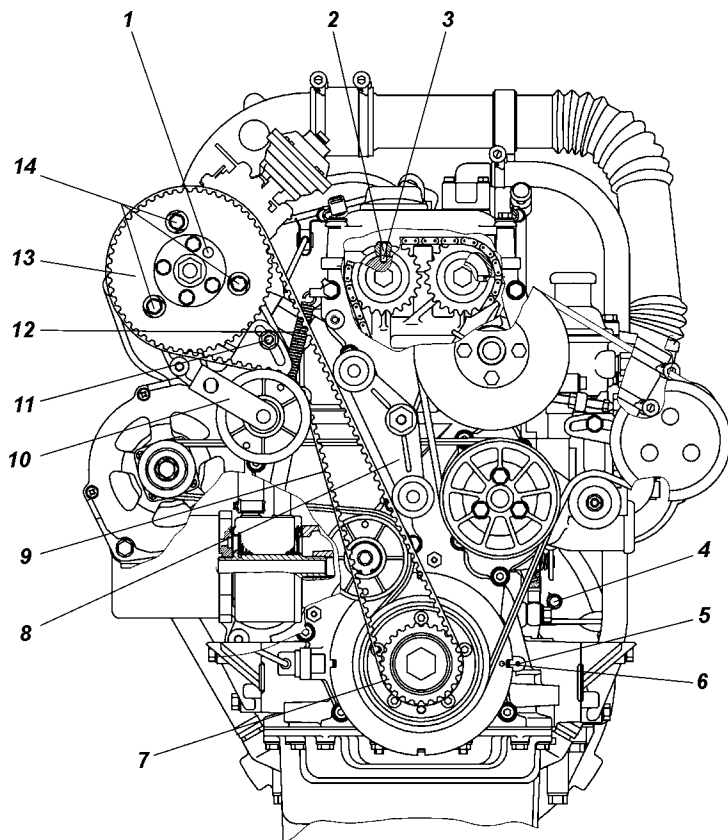

Рис. 22. Расположение меток и отверстий под штифты для замены ремня привода ТНВД:
2. Ослабить гайку 11 (рис. 22) крепления натяжного ролика зубчатого ремня. Ремень натянется автоматически усилием натяжной пружины 12.
Для этого нужно повернуть коленчатый вал до совпадения метки 6 (см. рис. 22) на роторе датчика положения коленчатого вала с указателем ВМТ 5 на крышке цепи и зафиксировать его положение с помощью технологического установочного штифта ЗМ 7820-4582, установив его в отверстие 4 блока цилиндров, при этом штифт должен зайти в паз маховика. Убедиться в совпадении отверстия в первой шейке впускного распределительного вала и отверстия в передней крышке распределительных валов 2 и 3 (смотреть через маслозаливную горловину крышки клапанов). В случае несовпадения отверстий вынуть штифт, повернуть коленчатый вал на 360° до совпадения отверстий и зафиксировать это положение штифтом, что будет соответствовать положению поршня первого цилиндра в ВМТ такта сжатия.
6. Ослабить гайку крепления ТНВД к задней опоре 11 (см. рис.5) и болты 14 (см. рис. 22) крепления ТНВД к переднему кронштейну и зафиксировать насос в среднем положении относительно пазов в кронштейне, при этом болты не затягивать.
10. Покачивая корпус ТНВД, добиться, чтобы фиксирующий штифт свободно выходил из отверстия в корпусе ТНВД. Затем подтянуть болты 14 (см. рис. 22) крепления ТНВД к переднему кронштейну с $M_{кр} 15,7-19,6 \text{ Н} \cdot \text{м}$ (1,6-2 кгс \cdot м) и гайку 11 крепления натяжного ролика с $M_{кр} 11,8-17,7 \text{ Н} \cdot \text{м}$ (1,2-1,8 кгс \cdot м).